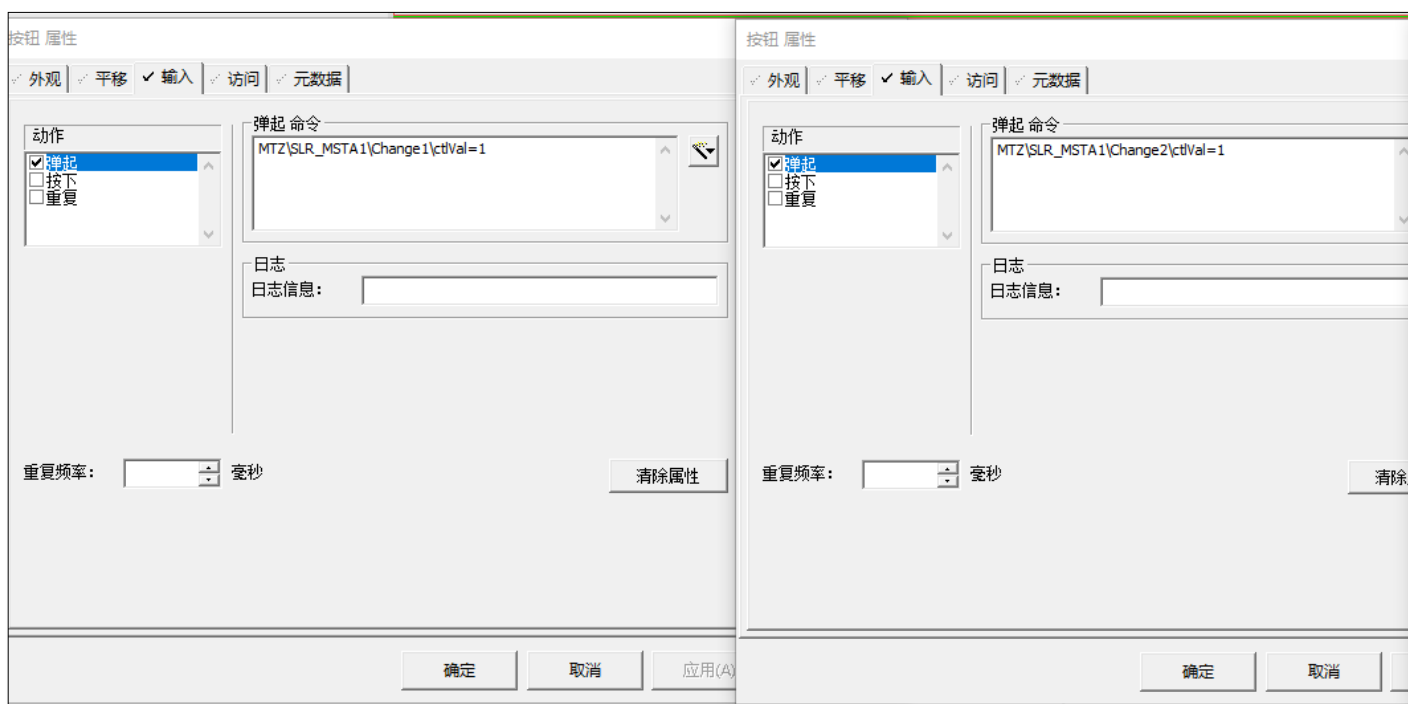

图 5
- 4.如图 5，切换定值组的方法就是给刚刚建立的两个变量赋值 1 即可。